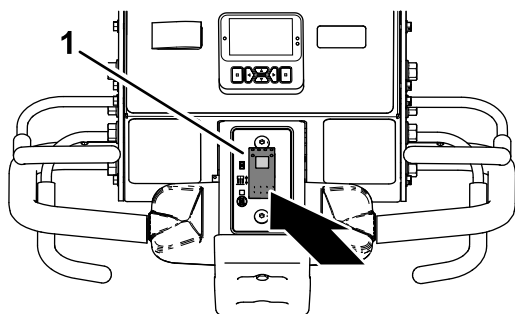

Bild 86
- Drücken Sie den unteren Teil des Absenkschalters (Bild 86) in die SOFORTIGES ABSENKEN-Stellung.